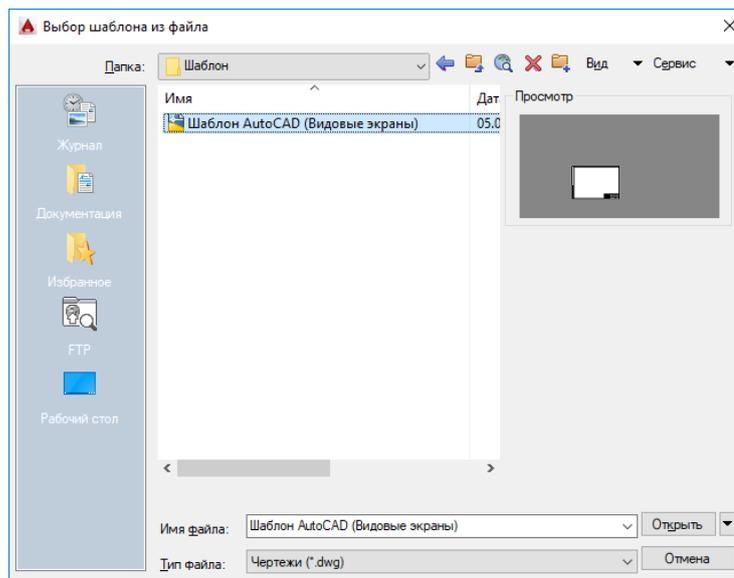

рис.2.1.2 Выбор шаблона листов
2. Создадим новые листы по шаблону. Выберем **По шаблону**. В открывшемся окне проводника выберем файл (рис.2.1.2.)